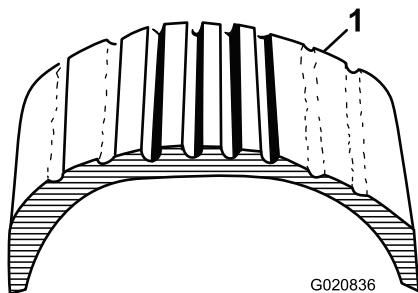
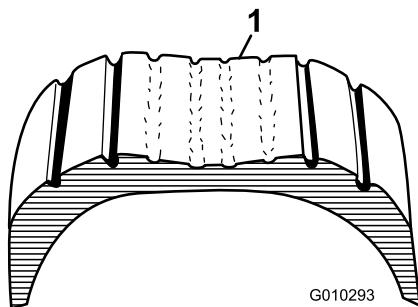

Figura 12
Figura 13
- 1. Inspeccione visualmente los neumáticos en busca de daños y desgaste (Figura 12 y Figura 13).